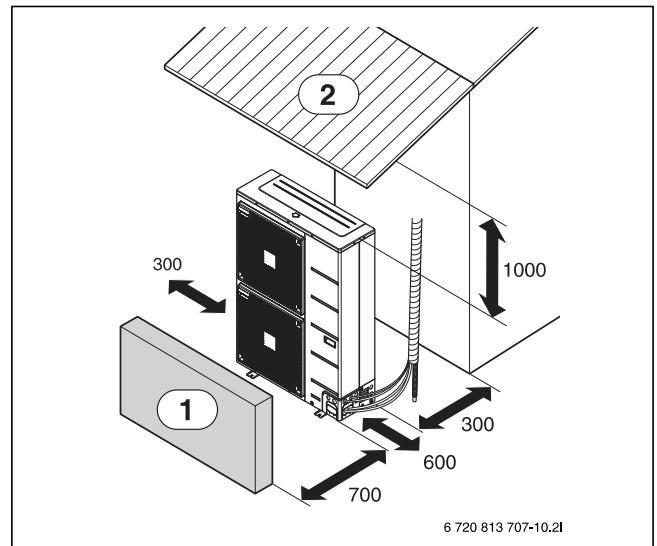

Bild 11 Minimavstånd för underhållssyfte (mm)
- Se till att avstånden markerade med pilar framför, bakom, över och på sidorna av enheten respekteras (→ Bild 11).